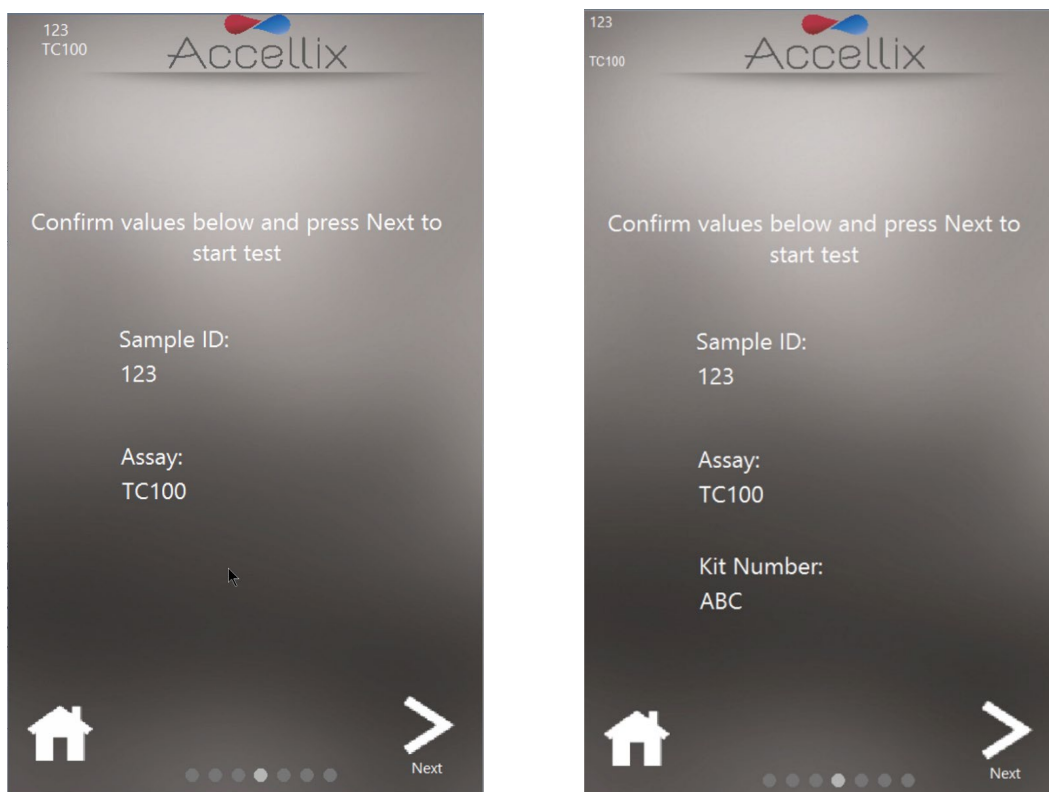

图 30 : 确认样本 ID 和测定/芯片屏幕 (含和不含试剂盒编号)
10. **Confirmation (确认) 屏幕** (图 30) — 仪器屏幕现在显示测定/芯片类型和样本 ID (和试剂盒编号, 如果已配置), 供操作员在开始测定运行之前确认。
- c. 插入多芯片测定的正确下一个芯片后，软件将显示 **Confirm Sample ID and Assay/Cartridge**（确认样本 ID 和测定/芯片）屏幕（图 30），并继续运行该芯片。